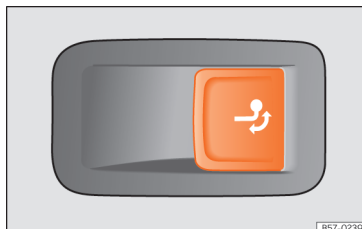

Abb. 210 Auf der rechten Seite im Gepäckraum: Taste zur Entriegelung der Anhängerkupplung.
- Ziehen Sie kurz an der Taste » » (Abb. 210). Die Anhängerkupplung wird automatisch entriegelt und dreht selbsttätig heraus. Die Kontrollleuchte der Taste blinkt.
- Ziehen Sie kurz an der Taste » » (Abb. 210). Die Anhängerkupplung wird elektrisch entriegelt.
- Drücken Sie keinesfalls die Taste >>> [Abb. 210], wenn ein Anhänger oder ein Gepäckträger oder anderes Zubehör auf der Anhängerkupplung eingehängt ist.